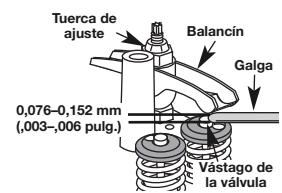

Fig. 36
- Gire la tuerca de ajuste con una llave de 8 mm (5/16 pulgadas) o una guía de tuercas (Fig. 36).